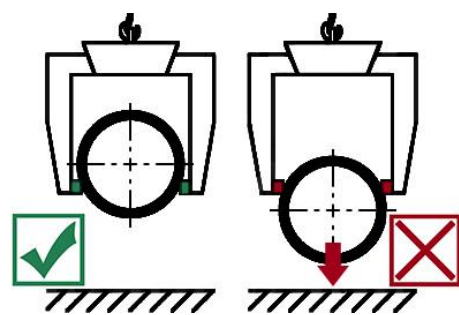

Bild 2
- Det höjdställbara fästet måste alltid var inställt så att gripkäftarna alltid griper tag i betongröret under den största rördiametern eftersom det annars föreligger glidrisk! → Bild 2